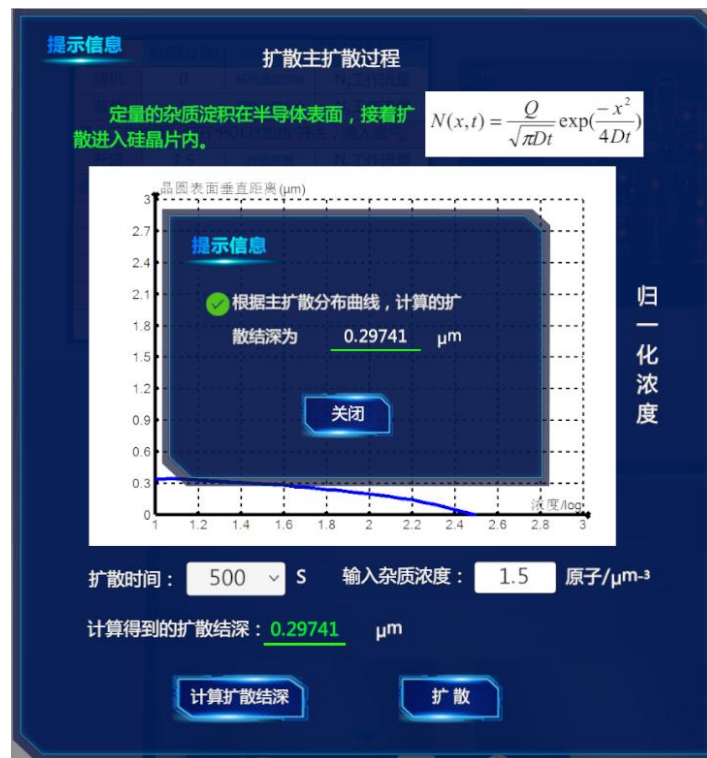

图 6-7 扩散主扩散过程
7) 点击“下一步”，弹出定量扩散曲线，选择扩散时间、杂质浓度，计算扩散结深，点击“扩散”，扩散主扩散过程如图 6-7 所示。